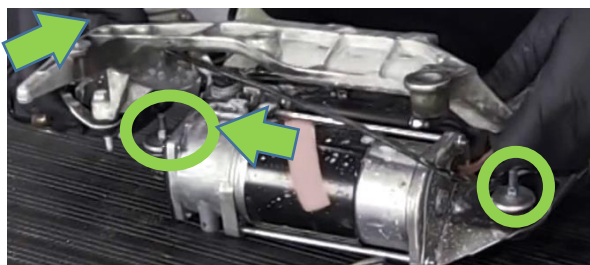

fig.5
8. När kompressorn är lös, lossa och tag bort de 2 låsmutterarna på kompressorfästet. (fig.5)